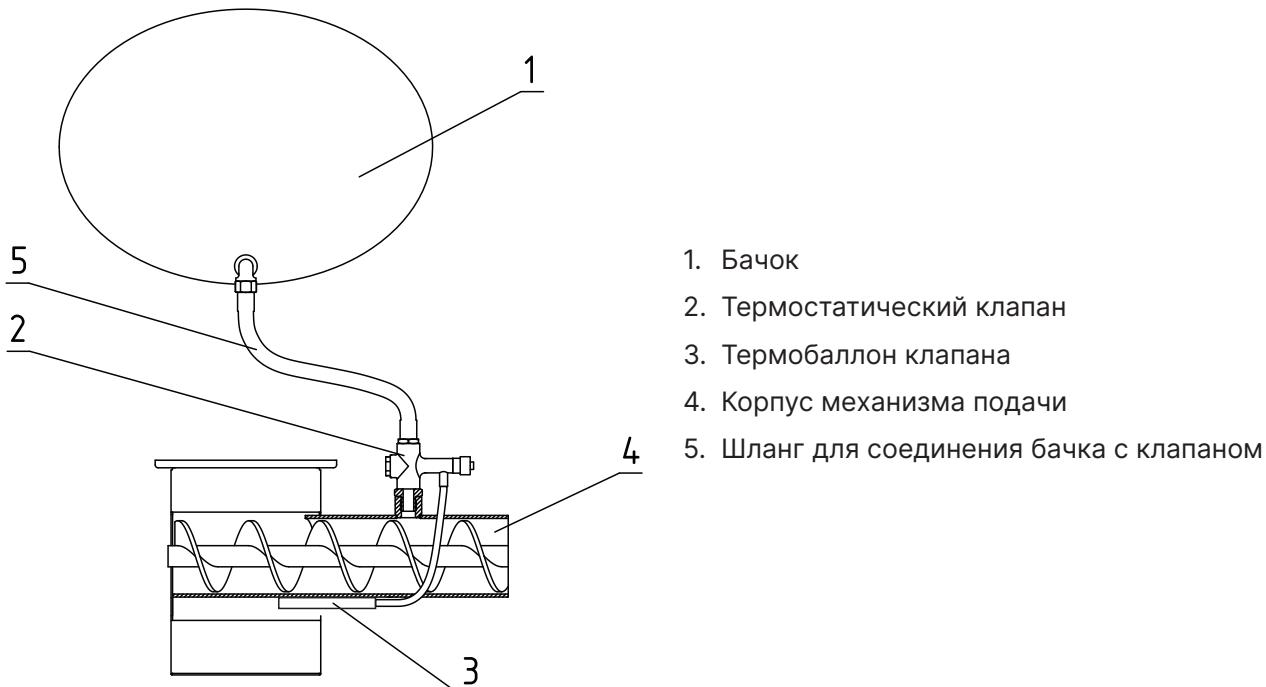

Рис.4 Система охлаждения топливопровода
- Для обеспечения полной пожарной безопасности необходимо устанавливать систему охлаждения топливопровода (доступно в качестве опции, **см. Рис.4**);